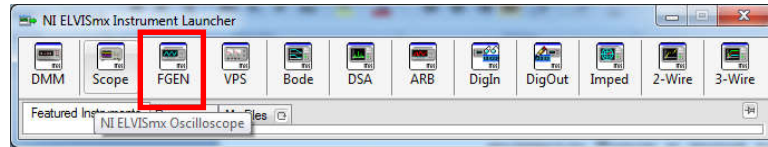

Рисунок 5.1 – Панель приборов макетной платы NIELVISII
5.2 В появившемся окне выбрать пункт «FGEN», который отвечает за запуск пользовательского интерфейса генератора (рисунок 5.1);